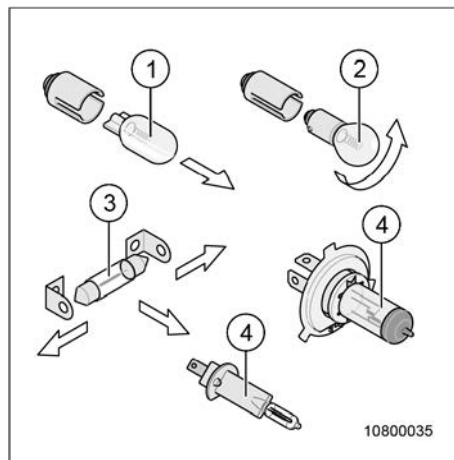
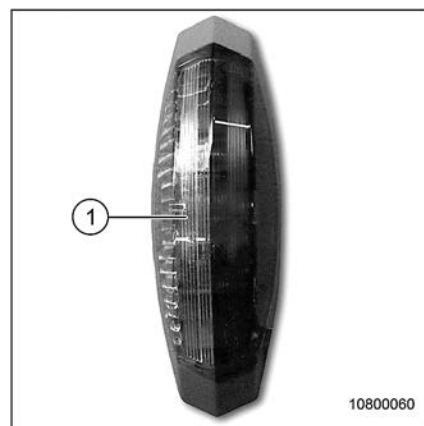
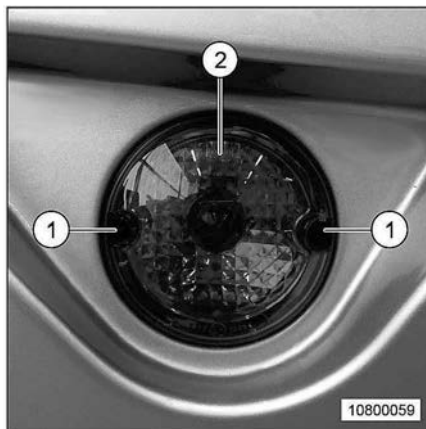

Fig. 169 Vue d'ensemble des types d'ampoules
Fig. 174 Feu de gabarit
Fig. 175 Feu antibrouillard
1. Soulever prudemment l'écran (Fig. 174/1) du feu de gabarit avec un tournevis fin.
2. Enlever l'écran (Fig. 174/1) et remplacer l'ampoule (Fig. 169/3).
1. Dévisser les vis (Fig. 175/1) de l'écran du feu (Fig. 175/2).
2. Enlever l'écran (Fig. 175/2) et remplacer l'ampoule (Fig. 169/2).